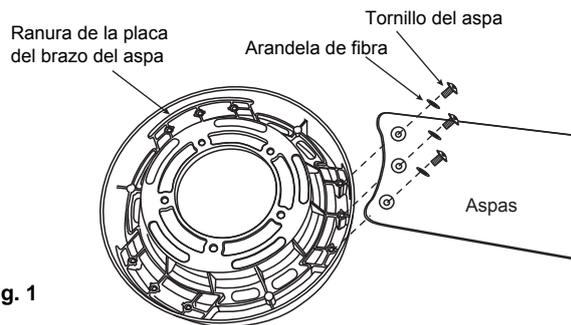

Fig. 1
Paso 1. Inserte el asa a través de la ranura de la placa del brazo del asa. (Fig. 1) Asegure el asa con los tres tornillos y la arandela de fibra proporcionados.